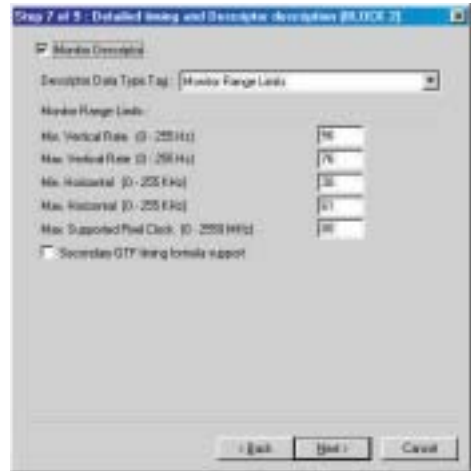

Fig. 21
6. Click **Next** , bring up Fig. 21.